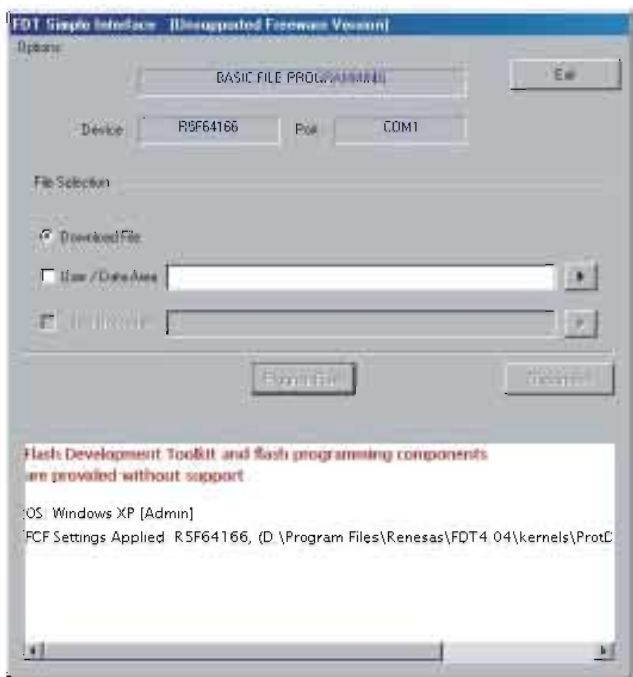

Fig. 2
- The screen appears as shown below. (Fig. 2)
- 下記の画面が表示されます。(Fig. 2)